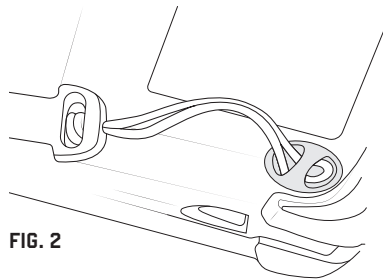

FIG. 2
2. Take the small loop attachment on the modular female buckle and thread it through the captive hole in the bottom of the barcode scanner adaptor strap. [fig. 2]
2. Pase el lazo de la hebilla hembra por el orificio de sujeción de la parte inferior de la pistola del escáner [fig. 2].
2. Saisissez la boucle d'attache souple liée au fermoir femelle et faites-la passer dans le trou captif situé à la base du pistolet lecteur de code-barres. [fig. 2]
2. Nehmen Sie die kleine Schlaufenbefestigung des weiblichen Teils der modularen Schnalle und führen Sie sie durch das Loch im Boden des Strichcode-Scanners. [abb. 2]